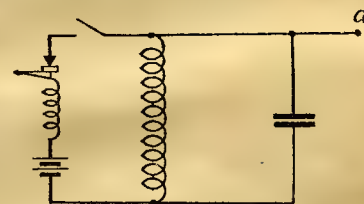

Рис. 8. Использование пищика для подбора нейтрализующей емкости.
1) При помощи местной мощной передающей радиостанции. На рис. 8 представлена схема трехлампового приемника. *C*₆ и *C*₇ — паразитные емкости в лампах усиления высокой частоты. Для их нейтрализации мы пользуемся нейтрализующими емкостями *C*₈ и *C*₉, включенными между сетками ламп. Емкость *C*₈ нейтрализует емкость *C*₆ по принципу, показанному на рис. 2 (см. „РЛ“ № 2, 1926 г.). Сначала на длину волны местной станции настраивается элемент детекторной лампы, потом элемент второй ступени усиления и, наконец, элемент первой ступени усиления. Для нейтрализации емкости *C*₆ прекращают накал первой лампы, разделив один из проводов, идущих к нити; сила звука сразу падает, однако работа станции будет слышна, так как колебания высокой частоты будут подводиться к сетке второй лампы через паразитную емкость *C*₆ и трансформатор *T* и, кроме того, через емкость *C*₈. Настрой-